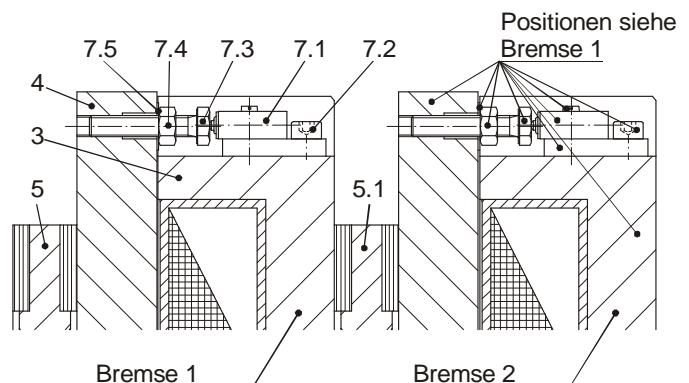

Bild 10
## 16. Lüftüberwachung (7) Bild 10 (typenabhängig)
## Montage und Einstellung je Bremskreis (werkseitig Bild 10)